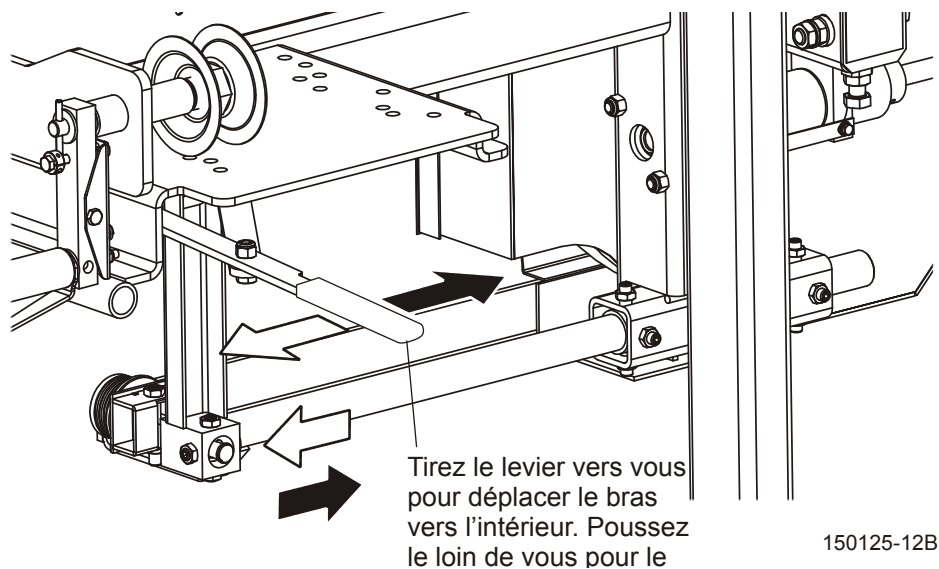

FIG. 5-5
**Voir Figure 5-5.** Utilisez le levier du bras guide-lame pour régler convenablement le guide-lame extérieur. Tirez le levier vers vous pour déplacer le bras vers l'intérieur. Poussez-le loin de vous pour le déplacer vers l'extérieur.